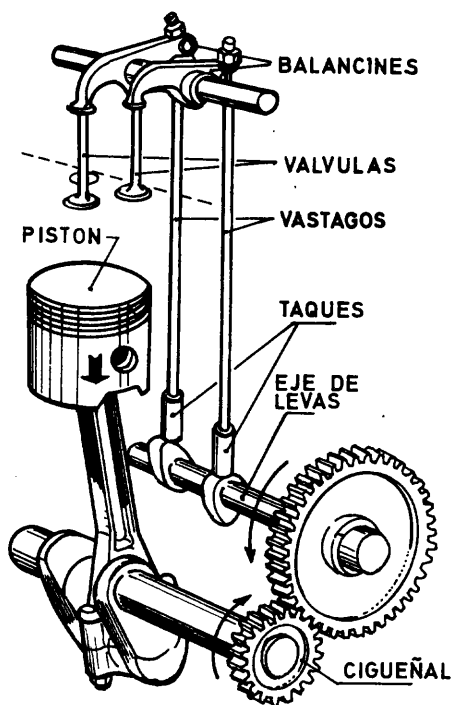

Fig. 1
El mando directo se efectúa por medio de engranajes, en toma directa, desde el eje cigüeñal en que sus sentidos de rotación son contrarios (ver fig. 1).
- El eje de levas y los taqués están ubicados en el block y los balancines y válvulas en la culata (ver fig. 1).